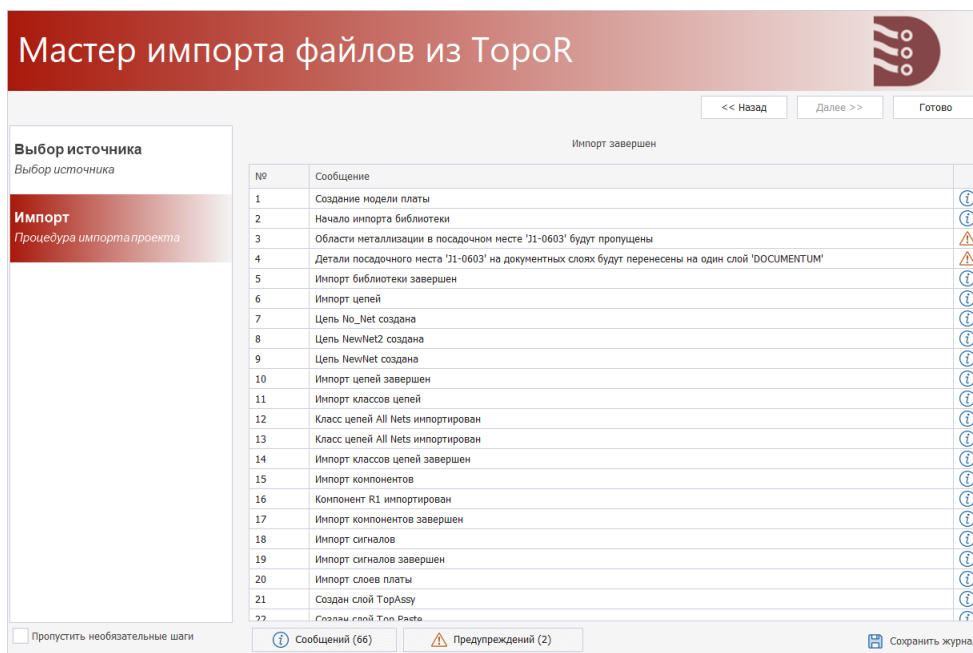

Рис. 68 Завершение импорта. Фитрация сообщений о процессе импорта
6. После завершения процесса импорта в окне с отображением процедуры импорта с помощью кнопок, расположенных внизу окна, можно отфильтровать сообщения, Рис. 68, а также сохранить журнал по процессу импорта. После завершения процедуры импорта нажмите «Готово».